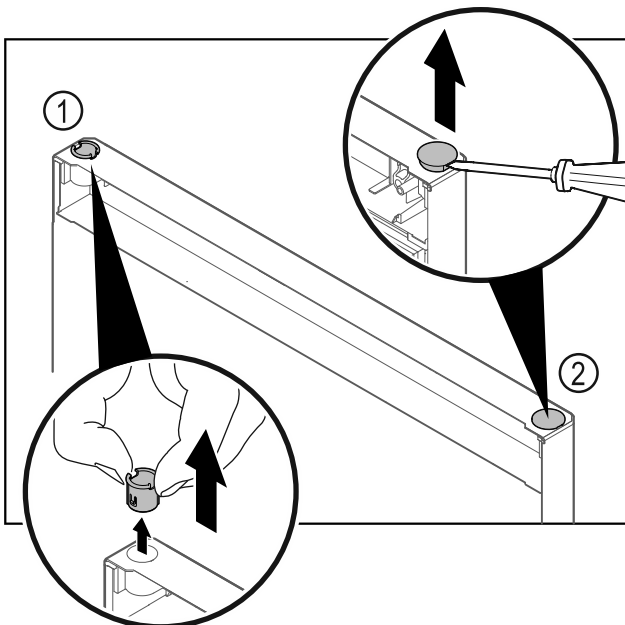

Fig. 25
- Dra ut gångjärnsbussningen Fig. 25 (1) med fingrarna.
- Lyft försiktigt upp pluggen Fig. 25 (2) med en spårskruvmejsel och dra ut den.